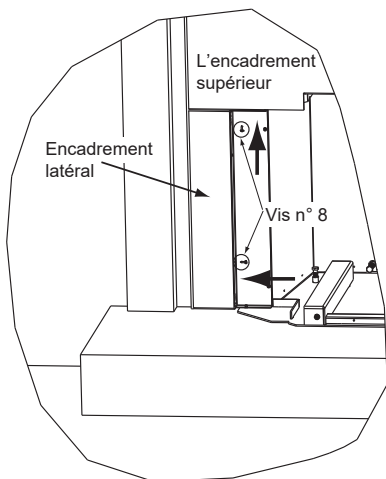

Figure 20.3
6. Installez l'encadrement et les garnitures sur la coque extérieure. Fixez le dessus et les côtés de l'encadrement comme indiqué à la **figure 20.3**.